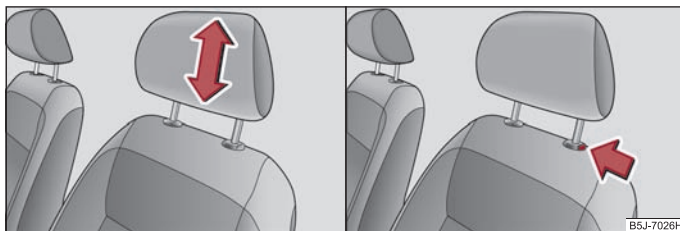

Abb. 48 Kopfstütze: Einstellen / Herausziehen
- Fassen Sie die Kopfstütze seitlich mit beiden Händen an und schieben Sie die Kopfstütze in Achsrichtung der Metallführungsstangen in Pfeilrichtung nach oben oder unten  $\Rightarrow$  Abb. 48 links.
- Möchten Sie die Kopfstütze nach unten verschieben, müssen Sie die Sicherungstaste drücken  $\Rightarrow$  Abb. 48 rechts und mit der anderen Hand die Kopfstütze nach unten drücken.
- Drücken Sie die Sicherungstaste in Pfeilrichtung  $\Rightarrow$  Abb. 48 und ziehen Sie die Kopfstütze heraus.